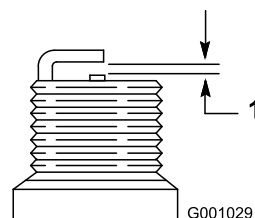

Figure 36
4. Réglez l'écartement des électrodes à 0,76 mm (0,030") (Figure 36).